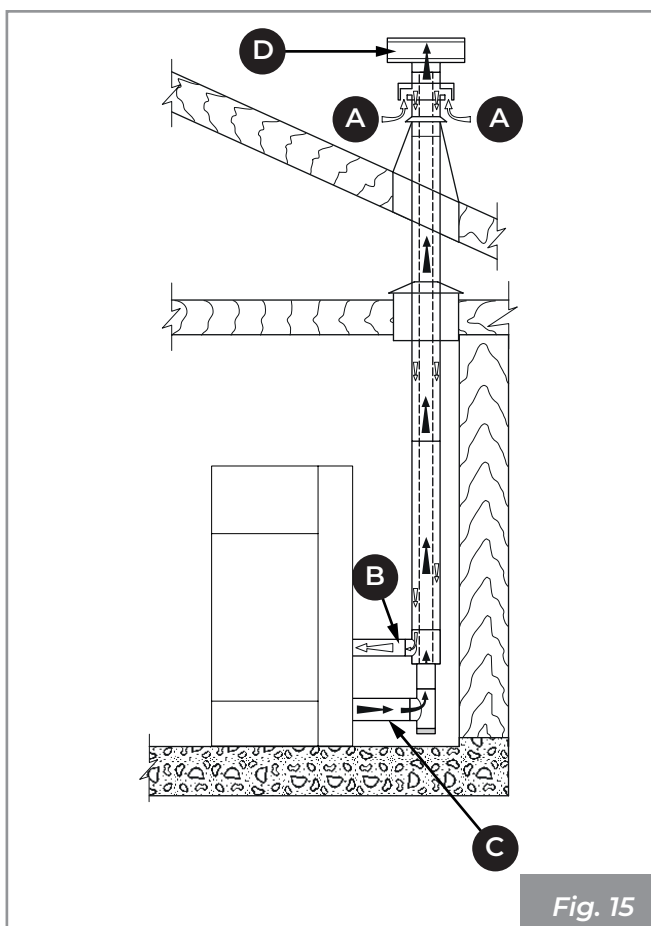
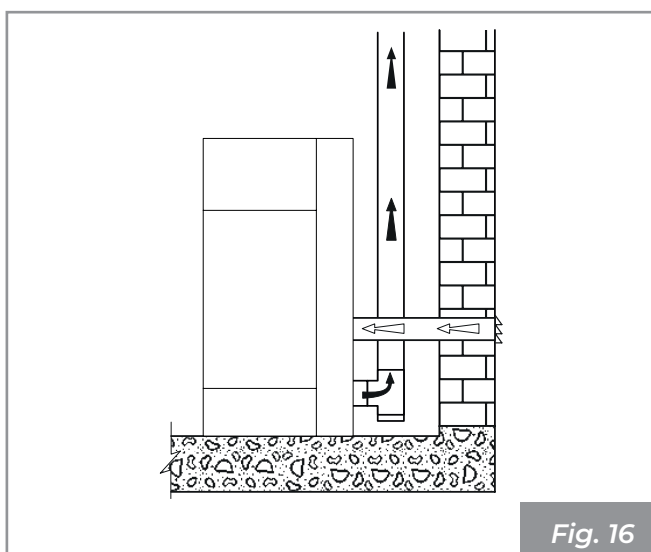

Fig. 15
Fig. 16
- il peut provenir directement de l'extérieur à travers un raccordement direct à la chambre de combustion (**Fig. 15 - Fig. 16**).
- canaliser l'air de combustion en utilisant un tube d'échappement coaxial pour l'expulsion des fumées et le prélèvement de l'air (**Fig. 15 - A, B** = Arrivée d'air, **C, D** = Évacuation des fumées) ; il n'est donc pas nécessaire de faire une prise d'arrivée d'air classique dans la pièce.
- relier l'entrée d'air de combustion de l'appareil à la prise d'air avec un conduit approprié (**Fig. 16**).